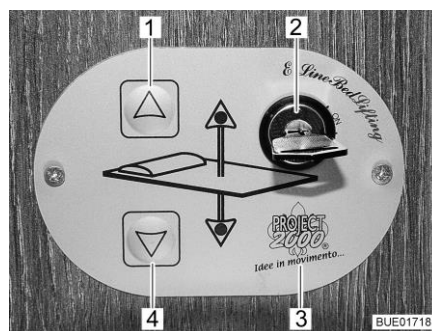
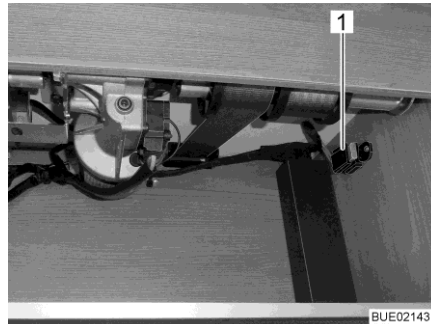

Fig. 145 Elemento de mando
Fig. 149 Fusible
Con las teclas (Fig. 145,1 y 4) en el elemento de mando (Fig. 145,3), se subirá o bajará la cama elevada. Con el interruptor llave (Fig. 145,2), se bloqueará el elemento de mando contra su utilización no autorizada.
- Introducir la llave en el interruptor llave (Fig. 145,2) y girar 90° en sentido de las agujas del reloj. El elemento de mando (Fig. 145,3) está activado.
- Pulsar la tecla de flecha (Fig. 145,4) y mantenerla pulsada hasta que la cama elevada haya bajado a la posición deseada.
- Pulsar la tecla de flecha (Fig. 145,1) y mantenerla pulsada hasta que la cama elevada haya subido a la posición final.
Si la cama elevada ya no se deja desplazar con las teclas de flecha (Fig. 145,1 y 4), controlar primero el fusible en el armario de pared trasero (Fig. 149,1). Si el fusible está en orden y la cama elevada no se deja desplazar a pesar de esto, se podrá manejar la cama elevada en forma manual.